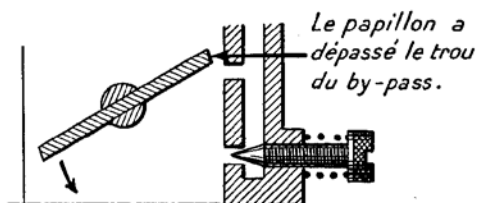

Fig. 8
- ou bien lorsque le papillon a dépassé le trou de by-pass et que le gicleur principal n'est pas encore amorcé (fig. 8),